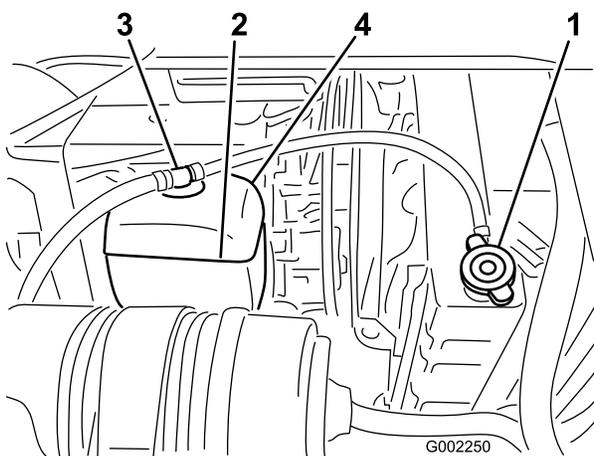

Figura 55
2. Quando il motore è freddo, togliete il tappo del radiatore (Figura 55).